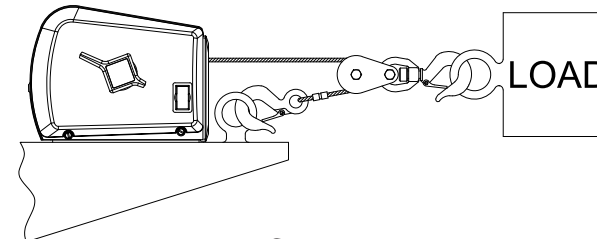

FIGURE 1
3. Pour l'utilisation avec câble en double, poser un crochet à oeil sur le socle à proximité du treuil, pour attacher le crochet fixe du câble. (voir figure 1). S'assurer que le crochet à oeil est d'une puissance suffisante pour supporter des charges supérieures à celles indiquées pour un câble simple.